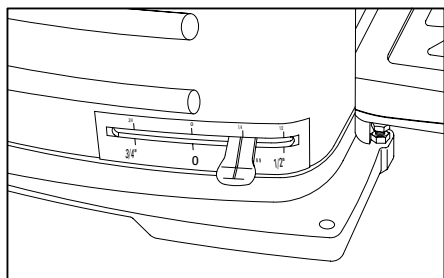

Fig. 12
9. Si necesita cortar a una altura específica (3/4", 1/4", 1/2"). Mueva el lado derecho del nivel de altura hasta la posición deseada. (Fig. 12)